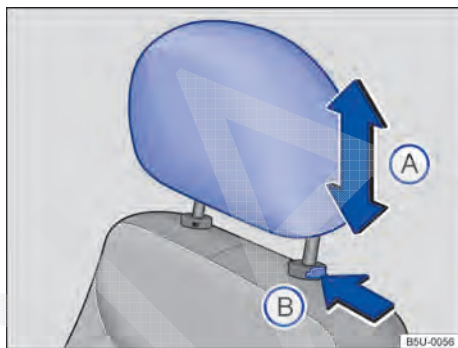

Fig. 69 Desinstalar o apoio para cabeça dianteiro.
- Pressionar a tecla → Fig. 69 (B) no sentido da seta. Retirar o apoio para cabeça com a tecla pressionada.
- Empurrar o apoio para a cabeça totalmente para baixo com o botão → Fig. 69 (B) pressionado.